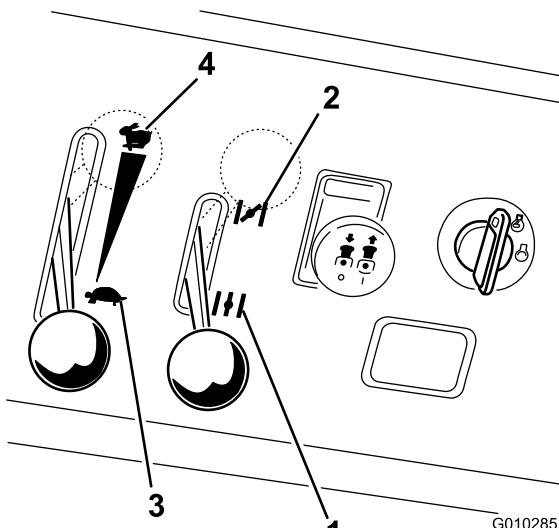

Figura 11
5. Si el motor está frío, mueva el control del acelerador a la posición **rápido** antes de arrancarlo (Figura 11).
4. Si el motor está frío, mueva el control del estárter a la posición **arranque** antes de arrancarlo (Figura 11).
7. Despues de que el motor arranque, abra el estárter (Figura 11). Si el motor se cala o funciona irregularmente, vuelva a colocar el estárter en Cerrado durante unos segundos, luego mueva la palanca del acelerador al ajuste deseado. Repita este procedimiento tantas veces como sea necesario.
2. Ponga la palanca del acelerador en un punto intermedio entre las posiciones lento y rápido (Figura 11).